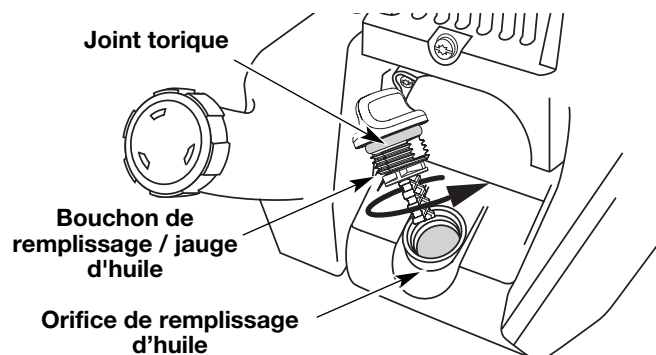

Fig. 16
6. Si le niveau est trop bas, ajoutez un peu d'huile par l'orifice et revérifiez (Fig. 16). Continuez jusqu'à ce que le niveau d'huile atteigne le haut de la jauge.
**REMARQUE:** Assurez-vous que le joint torique est mis sur le bouchon de remplissage / jauge d'huile au moment de la vérification et du changement d'huile (Fig. 16).